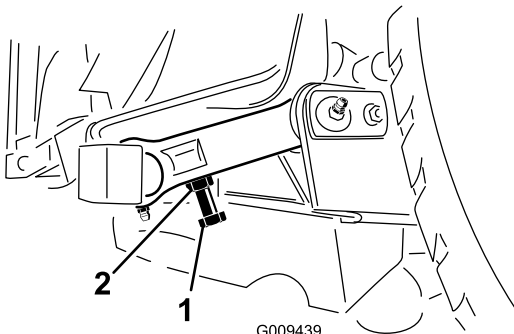

**Figure 28**
Pour que l'unité de coupe fonctionne correctement, les pointes des lames des unités latérales et de l'unité centrale doivent être espacées de 0,38 à 16 mm (0,38 à 0,62 po) (Figure 28).
2. Tournez une lame centrale et une lame latérale adjacente de manière à aligner les pointes des lames. Mesurez la distance entre la pointe des lames (Figure 28).